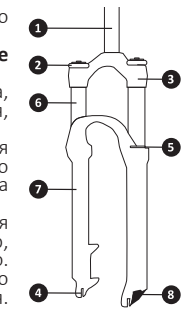

Рис. 27: Конструкция велосипедной амортизационной вилки
3. Осторожно сойдите с велосипеда без раскочки или дополнительного сжатия подвески. Замерьте расстояние между хомутом и пыльником — это и будет усадка. Для уменьшения величины усадки необходимо увеличить предварительную нагрузку поворотом регулятора (рис. 27, поз. 2) по часовой стрелке (для воздушных илок — увеличением давления в воздушной камере), а для увеличения — поворотом против часовой стрелки (для воздушных вилкок — снижением давления).